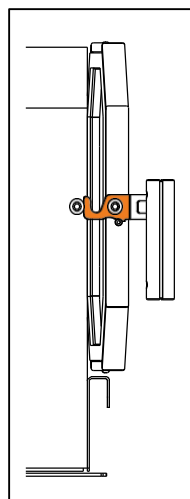

Abbildung 6. Turposition
- Halten Sie während des Einbrennens des Saunaofens die Ofentür leicht geöffnet. Während des Prozesses darf diese keinesfalls geschlossen werden. (siehe **Abbildung 6.**)
- Für die Verbesserung des Luftzugs können die auf **Abbildung 6** abgebildeten Kaminrohre verwendet werden.